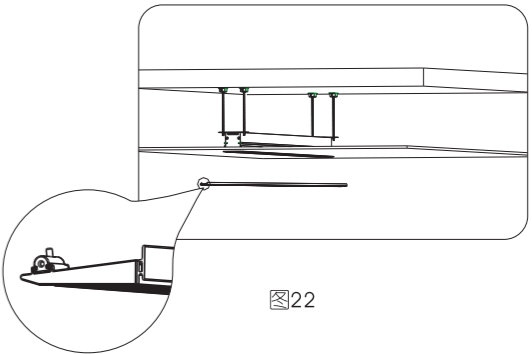

图22
- 3) 安装前确保其锁扣件是在解锁状态的! 如图22、24所示；